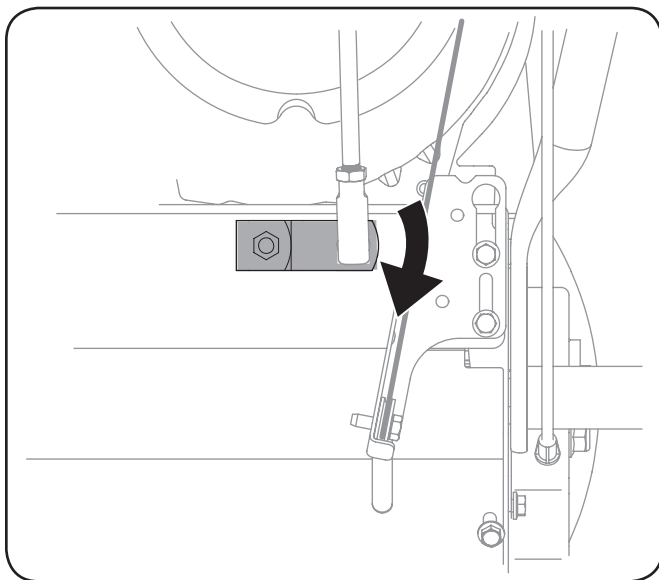

Figure 6-8
3. Faites pivoter le support du levier de vitesses vers le bas, aussi loin que possible. Voir Figure 6-8.